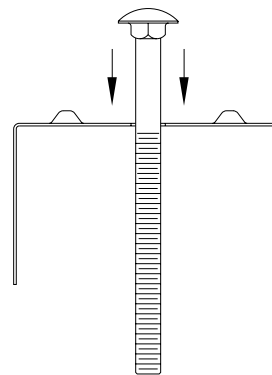

Fig. 4
Insert the (2) 1/4 - 20 carriage bolts into the square holes in the back of the housing. **See Figure 4.**
Insert the (2) 1/4 -20 carriage bolts into the square holes in the back of the fixture housing. **See Figure 4.**
Insérer les deux boulons de carrosserie ¼-20 dans les trous carrés situés au dos du boîtier de l'appareil. _____ **Voir la figure 4.**